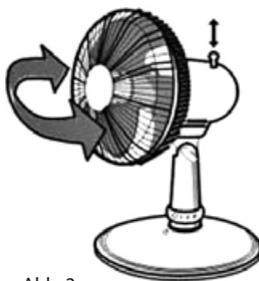

Abb. 2
- Durch das Herausziehen des Schwenkungsschalters schalten Sie die Schwenkung des Lüfters während des Betriebs aus (Abb. 2). Durch das Andrücken des Schwenkungsschalters schalten Sie die Schwenkfunktion ein.